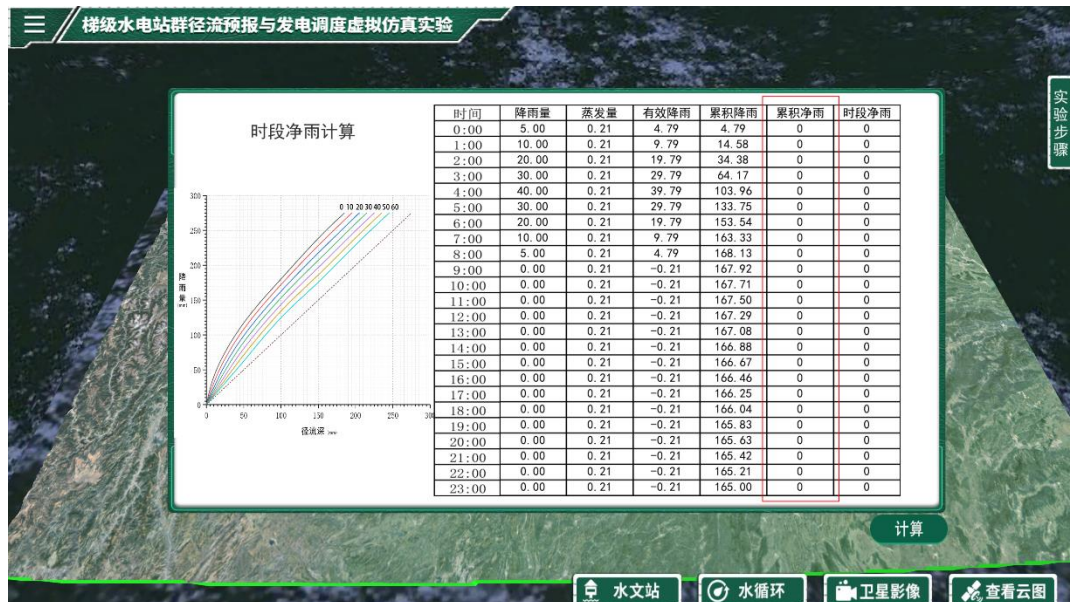
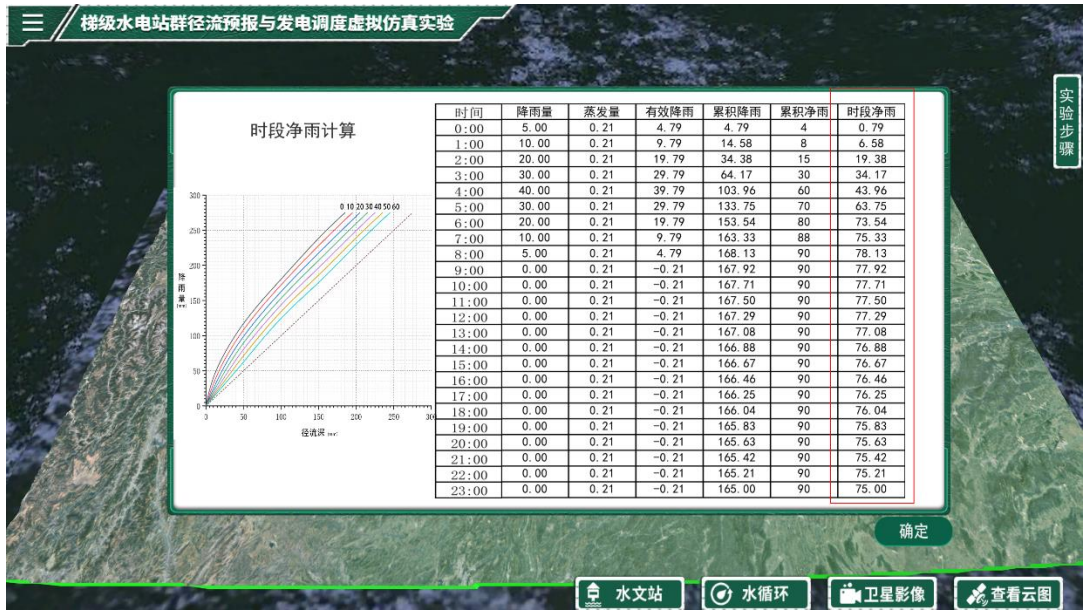

图 4-20 溪洛渡电站累计净雨输入界面
图 4-21 溪洛渡电站时段净雨计算界面
**步骤 9:** 计算时段净雨量，如图 4-20，左侧的降雨量—径流深相关图，根据累积降雨量，查蓄水容量为 60mm 的降雨量—径流深相关曲线得各时段的累积净雨，点击图片可以放大，累积净雨输入完毕后，点击计算，系统会自动计算时段净雨（如图 4-21）；